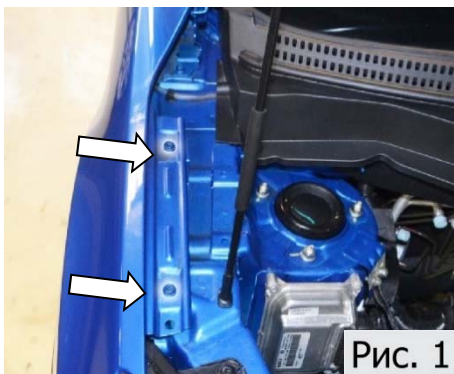

Рис. 1
1. Открутить штатные болты крепления крыла торцевой головкой №10, (Рис.1).